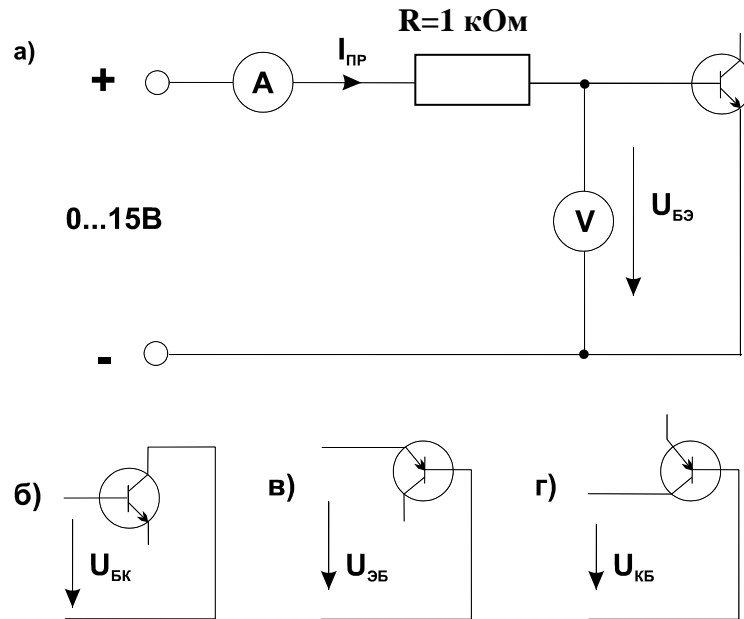

Рис. 4.1.2
- Соберите цепь согласно схеме (рис. 4.1.2а).
- Измените схему в соответствии сначала с рис. 4.1.2б, затем 4.1.2в и 4.1.2г и повторите все измерения.
- Проделайте этот с остальными **p-n** переходами согласно схеме на рис. 4.1.2 при обратной полярности источника питания.